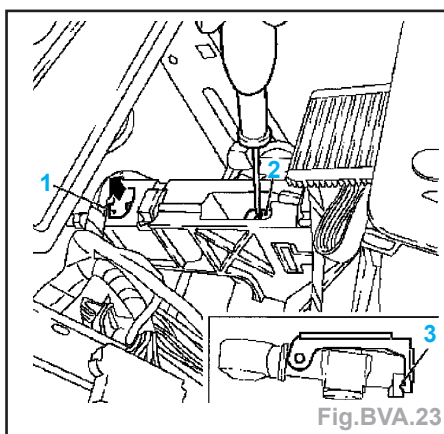

Fig.BVA.23
- Déverrouiller avec précaution la pièce de serrage (2) avec un petit tournevis (Fig.BVA.23).